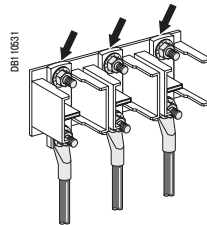

Рис. 9. Подключение силовых кабелей к контактным выводам
- К контактным выводам (рис. 9).